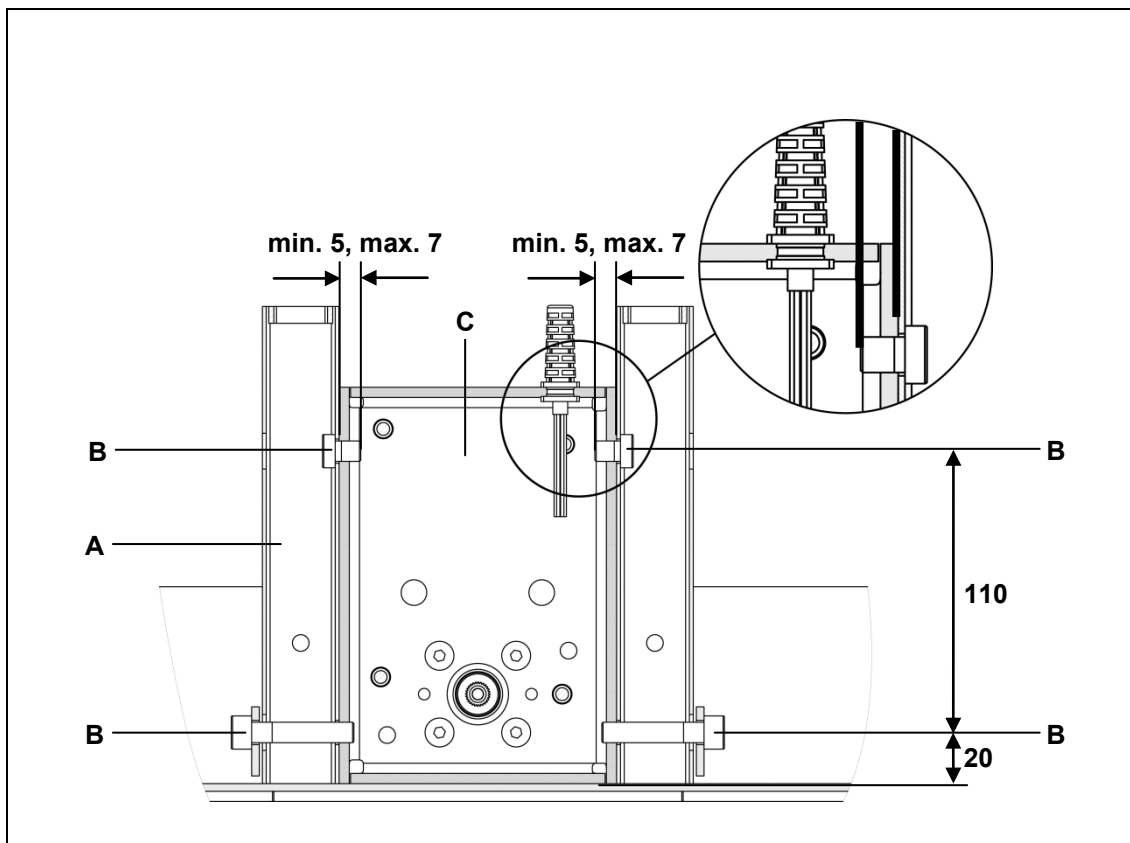
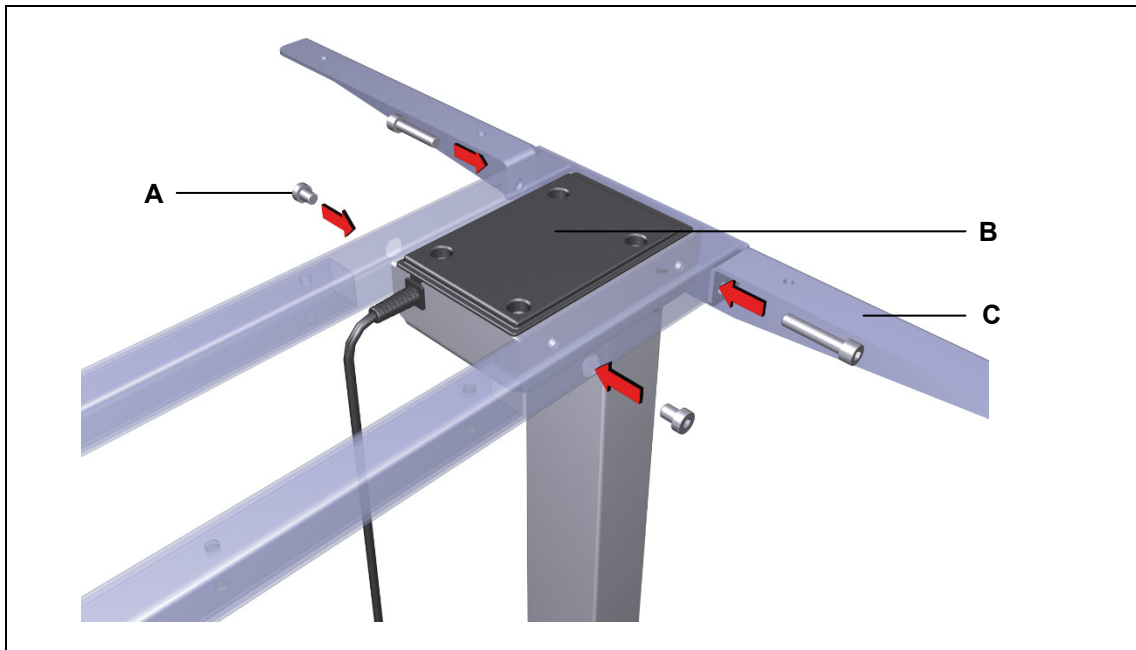

Abbildung 11 Beispiel: Montage Tischrahmen (Angaben in mm)
Abbildung 12 Beispiel: Montage Tischrahmen
- ▶ Verwenden Sie Schrauben M8 (Festigkeitsklasse 8.8), wie in Abbildung 11 gezeigt. Das Anzugsdrehmoment darf maximal 20 Nm betragen.
- 1 Legen Sie den Tischrahmen mit den Bohrungen über die Hubsäule und verschrauben Sie den Tischrahmen mit vier Schrauben an das Motorgehäuse der Hubsäule, wie in Abbildung 12 gezeigt (maximales Anzugsdrehmoment 20 Nm). Die Montagemaße entnehmen Sie Abbildung 11.